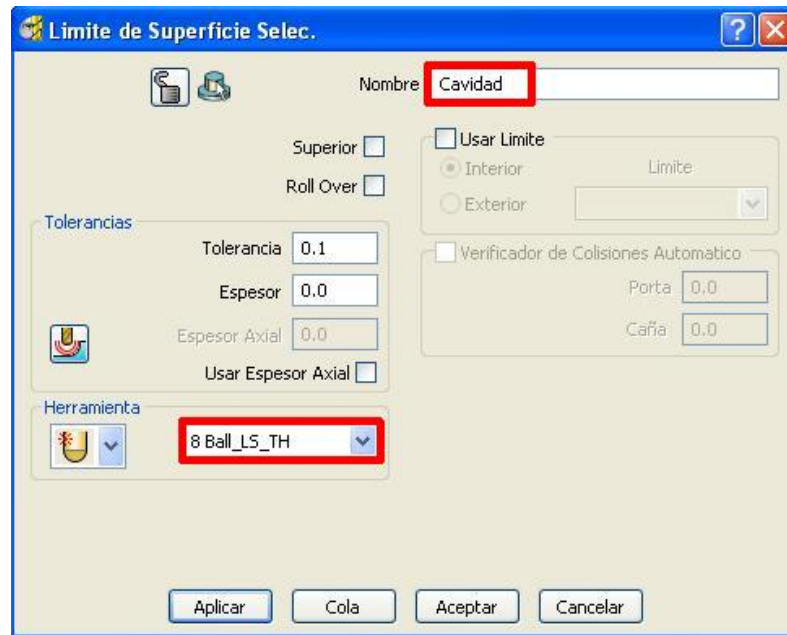

Figura 2.182 Cuadro de diálogo Límite de Superficies Seleccionada.
- En el cuadro de diálogo Límite de Superficies Seleccionada, introducir (Figura 2.182):